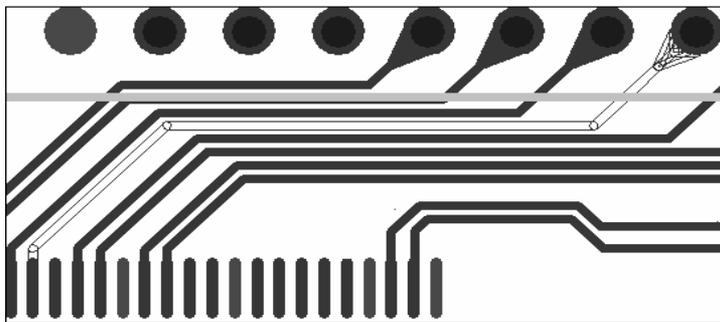

图 7-16 显示受保护线
6) 显示保护：勾选该复选框后，PADS 将把受保护的布线区分开来，以边框形式显示，如图 7-16 所示。如果当前设计处于边框显示模式下，则受保护的布线以实体形式显示，以示区别。